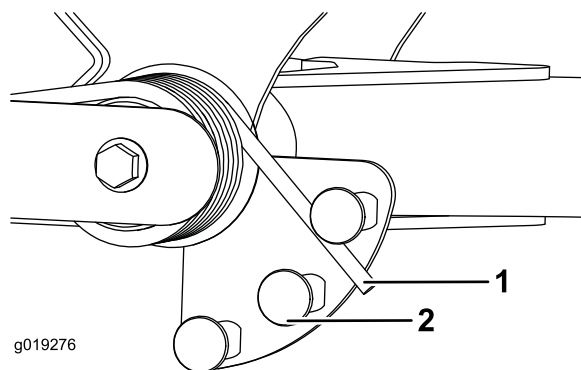

図 31
2. スプリングの長い方の端部にチューブのようなものを取り付けて、スプリングアクチュエータの周囲に巻きつけるようにして希望位置にセットする 図 31。